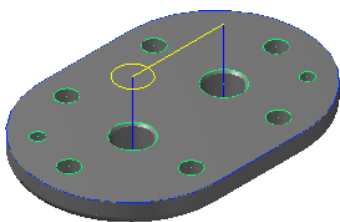

图 16.22 刀具路径
(1) 在“2D 刀具路径 – 钻孔/全圆铣削 深孔钻-无啄孔”对话框的左侧节点列表中, 单击 **共同参数** 节点, 在 **深度...** 文本框中输入值-12。
(2) 单击“2D 刀具路径 – 钻孔/全圆铣削 深孔钻-无啄孔”对话框中的  按钮, 完成加工参数的设置, 此时系统将自动生成图 16.22 所示的刀具路径。